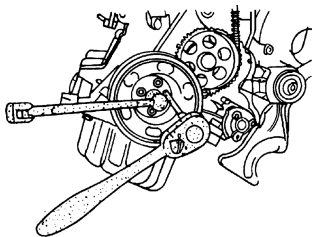

图 1-127 拆卸曲轴传动带轮
2) 拆下减振器/带轮, 如图 1-127 所示。拆下同步带中部及下部护罩。标出同步带旋转方向。